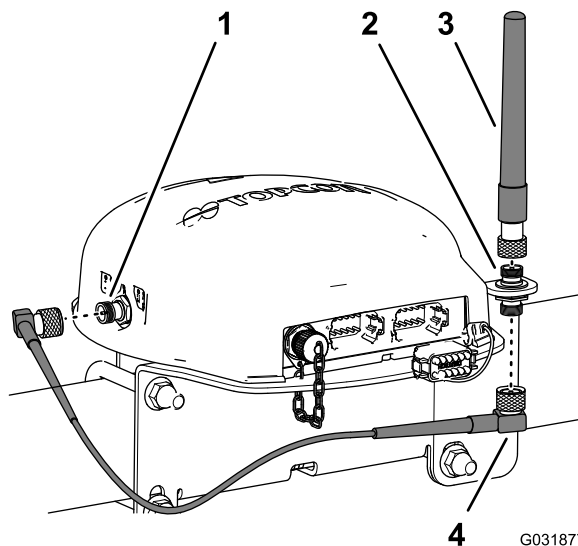

图148
3. 将 RTK 天线组装到同轴耦合器的上接头然后用手拧紧天线的滚花螺母图148。
4. 将天线电缆松松地安装到同轴耦合器的下接头图148。
5. 将电缆绕过导航接收器的后部连接到 CDMA 或 GSM 蜂窝调制解调器的同轴连接器上图148。
6. 将天线电缆连接到 CDMA 或 GSM 蜂窝调制解调器的同轴连接器上图148。